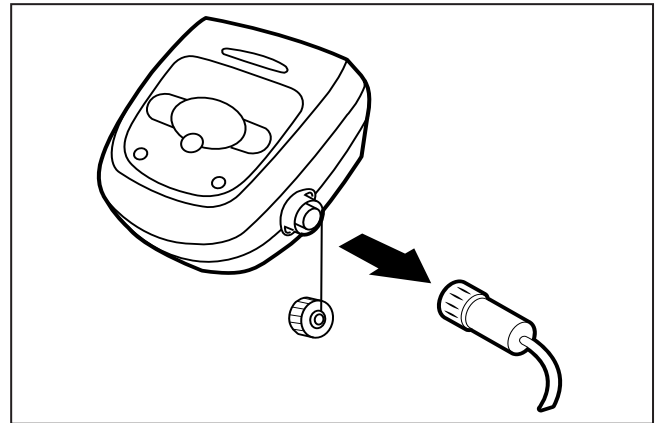

Figure 17. Débrancher
3. Débranchez le nettoyeur au niveau du boîtier de commande (Figure 17).